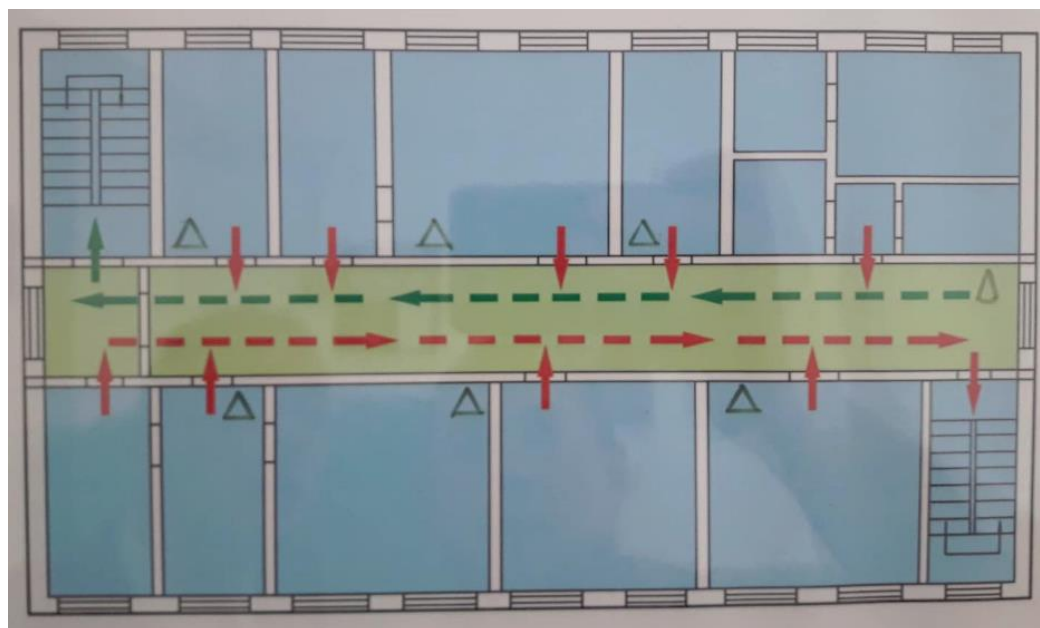

Рисунок 3.1 – План будови лівого крила навчального корпусу 2 ЛНТУ
1. Завантажити файл-підкладку будови (рис. 3.1).